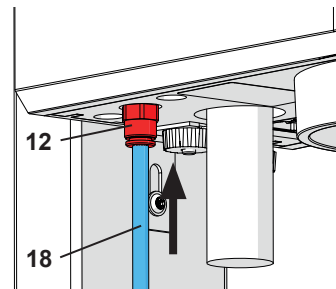

Fig. 5-a
! Em aparelhos de versões anteriores, o filtro de entrada (13) está localizado fora do aparelho (Fig. 5-b). Nestes casos, inserir a mangueira de ar comprimido (18) no filtro de entrada (13). É necessário vencer uma leve resistência. **NUNCA** utilizar o aparelho sem filtro de entrada!